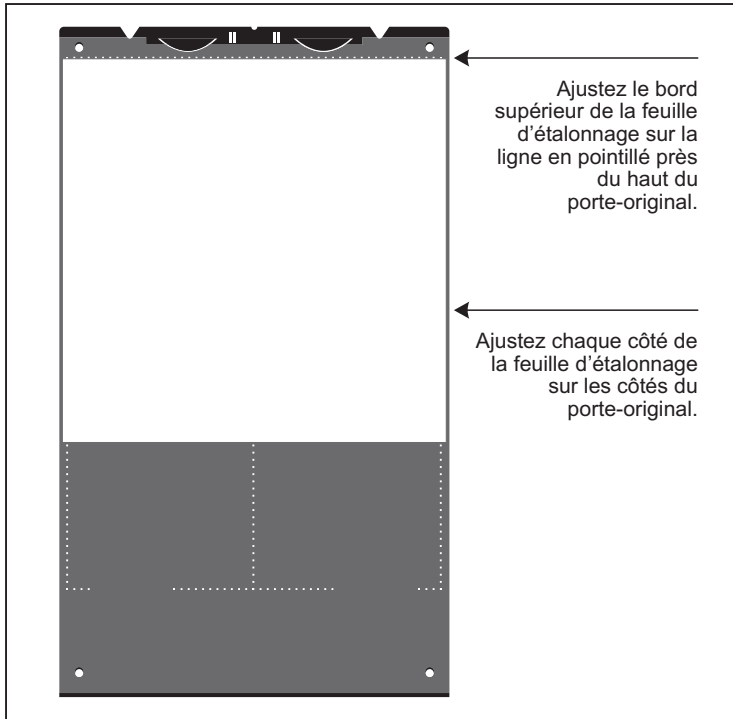

Figure 6: Comment positionner la feuille d'étalonnage du blanc sur le porte-original opaque
3. Ajustez le bord supérieur de la feuille sur la ligne en pointillé près du haut du porte-original (cf. figure 6 ci-contre). Ajustez chaque côté de la cible sur les côtés du porte-original.